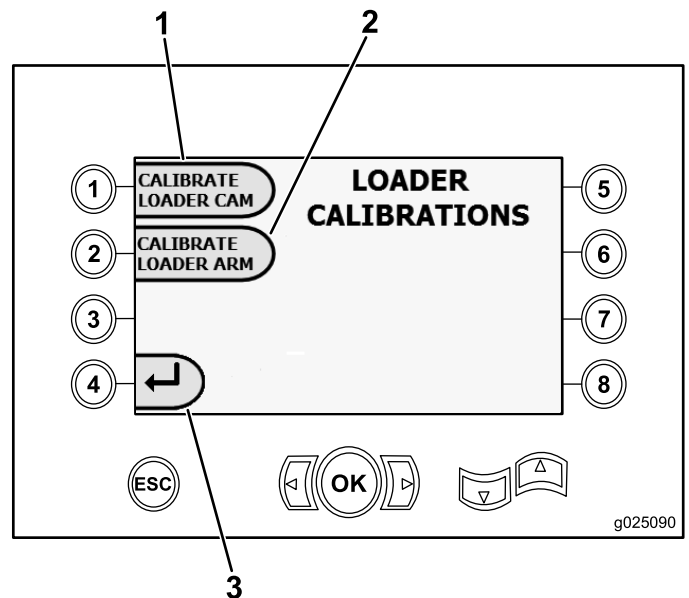

Bild 17
- Drücken Sie Taste 1, um die Ladernocke zu kalibrieren (**Bild 17**)
- Drücken Sie Taste 2, um den Laderarm zu kalibrieren (**Bild 17**).